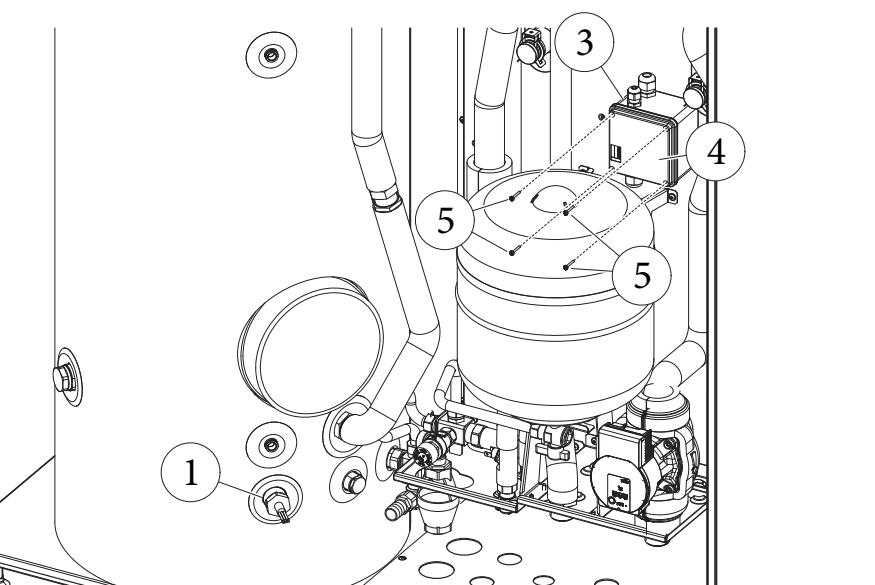

Fig. 6
- Chiudere il coperchio (4) della scatola allacciamento tramite le 4 viti (5) svitate in precedenza (Fig. 6).
- Close the cover (4) of the connection box by means of the 4 previously unscrewed screws (5) (Fig. 6).